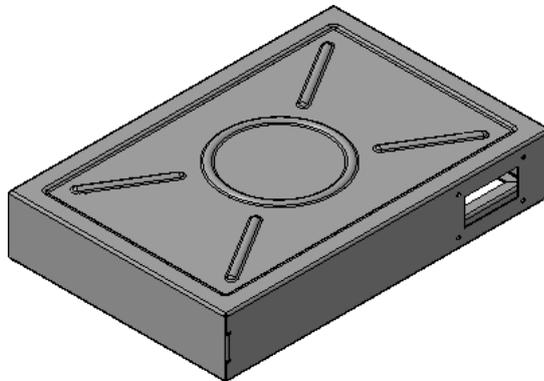

Рисунок 66.
- Нажмите кнопку Создать объект  (рис. 66).